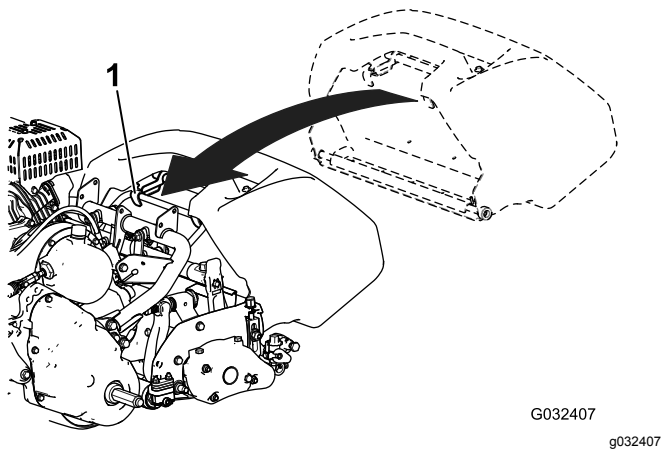

图12
2. 将集草斗凸缘放入滚刀组侧板之间前滚筒之上 图12。
3. 将集草斗钩安装到环形机架上 (图12)。